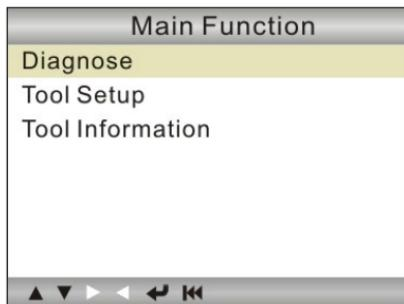
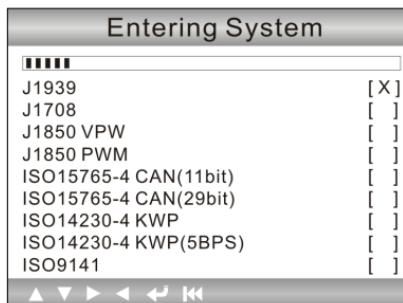

Abbildung 4-1
Abbildung 5-1
6. Das Gerät schaltet Selbstständig in das Hauptmenü Abbildung 4-1.
In Abbildung 4-1, drücken Sie [] die einzelne Protokolle werden einzeln abgefragt, wie in Abbildung 5-1 zusehen: